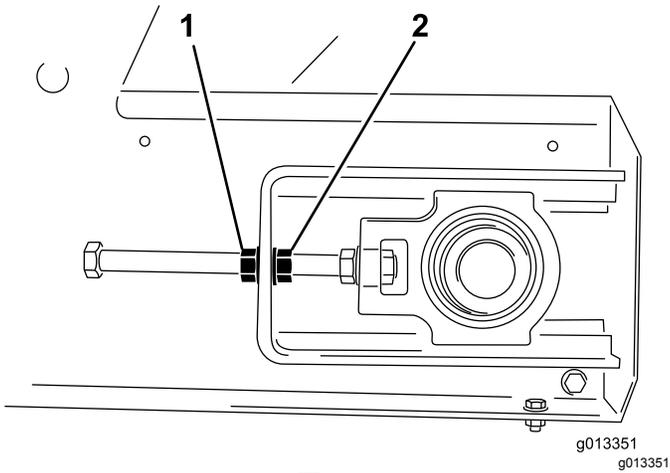

图55
4. 使用 2 把扳手保持张紧装置杆的端头不动然后拧松远离杆端头最近的锁紧螺母 图55。
3. 输送带偏向哪一侧就保持住那一侧的张紧器杆不动然后松开锁紧螺母并上紧调节螺母 2 个面 图55。